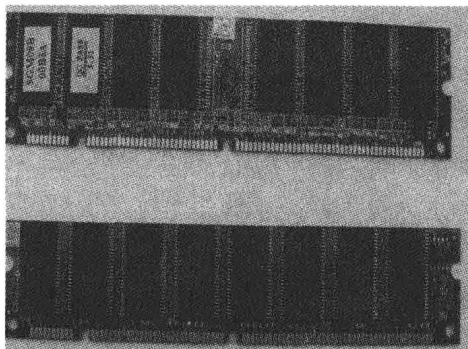

图 1-8 SDRAM 内存
(1) DIMM（双列直插内存模块）SDRAM 接口：SDRAM DIMM 为 168 引脚 DIM 结构，如图 1-8 所示。金手指每面有 84 个引脚，金手指上有两个卡口，用来避免插入接口时，错误将内存反向插入而导致内存烧毁。